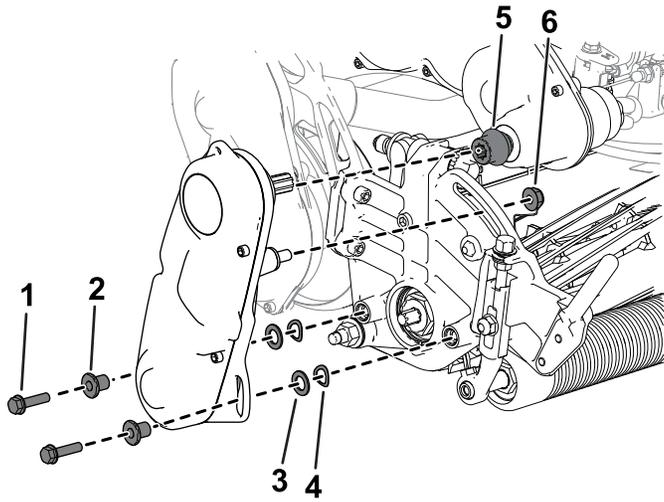

图 5
6. 将联轴器安装到变速箱驱动轴上（图 5）。
7. 用先前卸下的五金件将滚刀驱动总成安装到滚刀组上（图 5）。
8. 确保联轴器（图 5）可以在变速箱驱动轴上轻松前后移动。